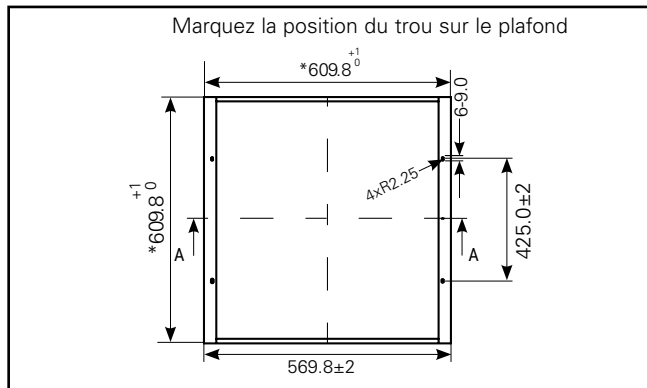

Figure 8.
Étape 1 : Marquez la position du trou de montage sur le plafond en utilisant les cadres assemblés comme référence. (Voir la figure 8.)